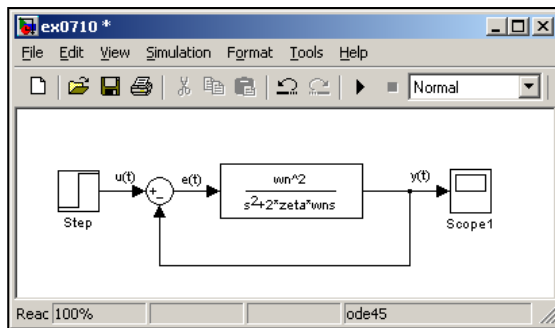

图 7.46 二阶系统模型
(1) 创建模型，并将系统的阻尼系数用变量 ζ 表示，无阻尼频率用变量 ω_n 表示，如图 7.46 所示。